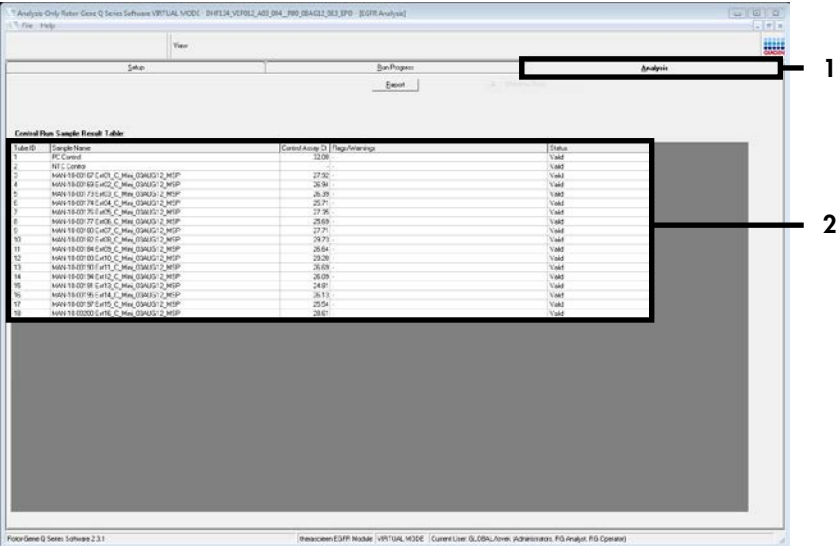

Figura 8. “A guia “Analysis” (Análise) (1) e a exibição de resultados [2 = “Sample QC Result Table” (Tabela de resultados de CQ de amostras)].
Nota: se a guia “Analysis” (Análise) não abrir, clique na guia “Analysis” (Figura 8).
20.Os resultados de controles serão apresentados da seguinte forma na “Sample QC Result Table” (Tabela de resultados de CQ de amostras) (Figura 8).